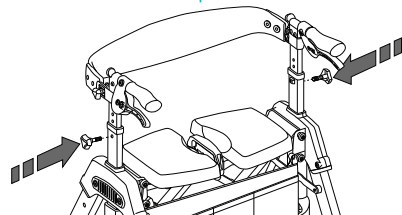

FIGURE 3
3. La hauteur de la poignée s'ajuste de 31 à 38 pouces. Dévissez les boutons, ajustez les poignées à la hauteur souhaitée, alignez les trous et resserrez les boutons comme indiqué dans sur la FIGURE 3.